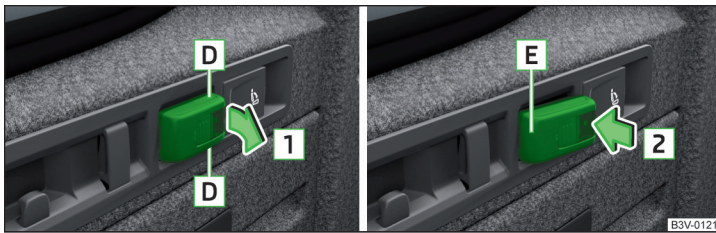

Abb. 134 Herausnehmbare Leuchte: herausnehmen / einsetzen
- Zum **Herausnehmen** die Leuchte im Bereich **D** fassen und in Pfeilrichtung **1** herausschwenken » Abb. 134.
- Zum **Einsetzen** die Leuchte zuerst mit dem hinteren Teil **E** in die Halterung einsetzen » Abb. 134 und danach die Leuchte in Pfeilrichtung **2** nachdrücken, bis diese hörbar einrastet.